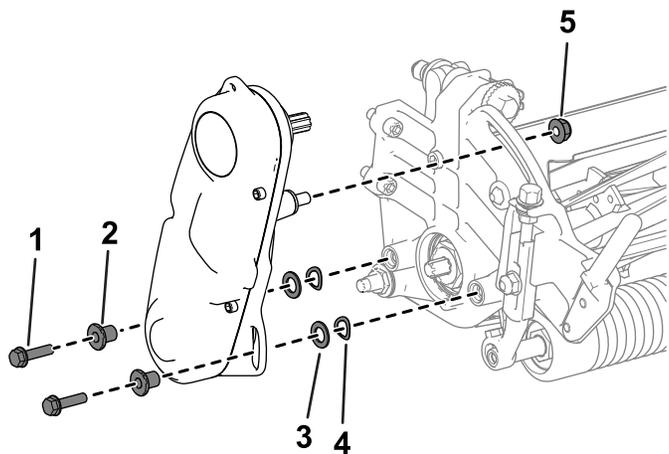

Bild 45
2. Entfernen Sie die Befestigungsmittel, mit denen die Spindeltriebsbaugruppe an der Seitenplatte befestigt ist (Bild 45).
3. Entfernen Sie die Spindeltriebsbaugruppe, Unterlegscheiben, Federscheiben und Distanzstücke von der Seitenplatte (Bild 45).